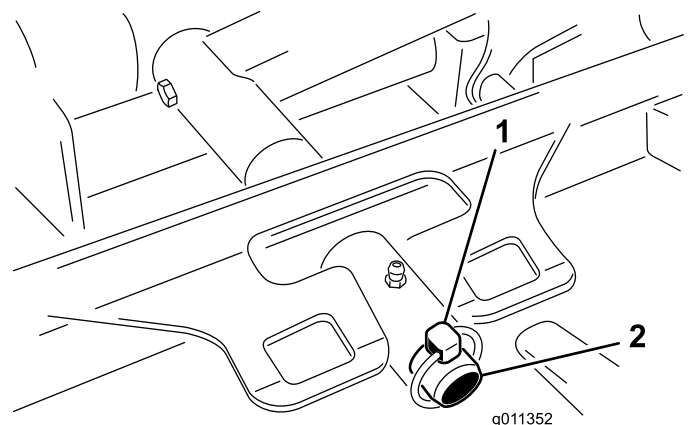

Figura 99
3. Retire el pasador de seguridad (para máquinas Groundsmaster 4500) o la tuerca de retención (para máquinas Groundsmaster 4700) que sujeta el bastidor de tiro de la carcasa a la barra de giro del brazo de elevación (Figura 99).
2. Deslice el bastidor de tiro de la carcasa sobre el pasador de giro del brazo de elevación (Figura 99). Sujete la carcasa al pasador con el pasador de seguridad (para máquinas Groundsmaster 4500) o la tuerca de retención (para máquinas Groundsmaster 4700).